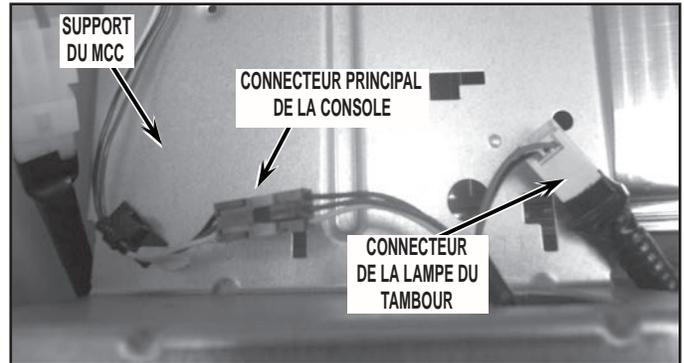

FIGURE 4
- Débrancher le connecteur de la lampe du tambour et le connecteur principal de la console - voir la *Figure 4*. Soulever le module de la console et faire basculer celui-ci vers l'avant pour la déposer.